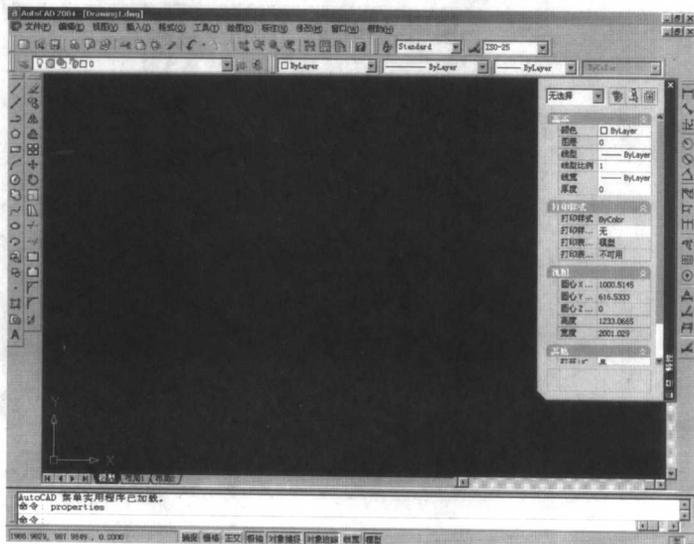

图 1-1 AutoCAD 2004 图形界面
(1) 启动程序: 在桌面上双击 AutoCAD 2004 应用程序图标或选择“开始”→“程序”→“AutoCAD 2004”→“AutoCAD 2004 命令”, 打开 AutoCAD 2004 应用程序窗口, 开始画图, 如图 1-1 所示。